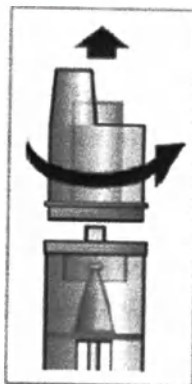

Рисунок 6
2. Снимите верхнюю часть небулайзера, повернув ее против часовой стрелки (рис. 6).